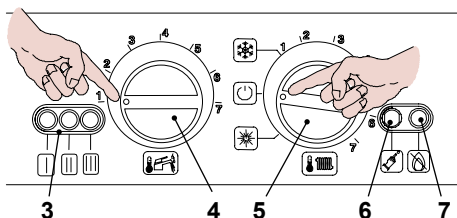
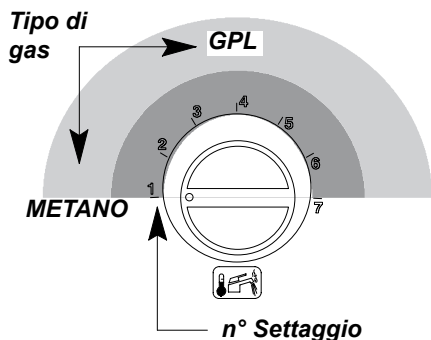

Figura 8.2
Figura 8.5
- Posizionare il selettore 5 come indicato in Figura 8.2; la lampada di segnalazione 3 lampeggia ad intermittenza circa ogni 4 secondi.
- Tenere premuto il pulsante di ripristino 6 in Figura 8.2 per circa 10 secondi, la lampada di blocco 7 in Figura 8.2 inizierà a lampeggiare.
- Premere il pulsante di ripristino 6 in Figura 8.2 tante volte (4 volte) fino alla visualizzazione delle spie di segnalazione 3 in Figura 8.2 come in Figura 8.4 (legenda spie a pag. 34).
Per visualizzare il settaggio impostato tenere premuto il pulsante di ripristino 6 in Figura 8.2 per circa 5 secondi. Le spie di segnalazione 3 in Figura 8.2 lampeggeranno un numero di volte pari al settaggio (Figura 8.5).
- Per cambiare il settaggio ruotare la manopola regolazione temperatura sanitari 4 in Figura 8.2 e posizionarla per il **tipo di gas** prescelto Figura 8.5 (nella figura es. manopola settata per **gas Metano**), la lampada di segnalazione blocco 7 in Figura 8.2 lampeggia velocemente.
- Per memorizzare il settaggio premere il pulsante di ripristino 6 in Figura 8.2 per circa 5 secondi, le spie di segnalazione 3 in Figura 8.2 lampeggiano tutte quante simultaneamente come in Figura 8.8 (legenda spie a pag. 34)